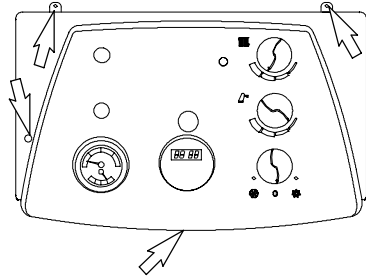

Fig. 3.12
- 2 dévisser les vis du tableau de commande indiquées sur la Fig. 3.12 et enlever le panneau avant.